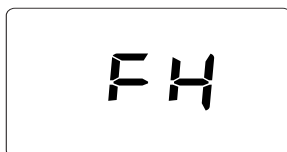

fig. 6- Purga de aire con ventilador en marcha
- Durante los 20 segundos siguientes, en la pantalla aparece el código **Fh**, que indica el ciclo de purga de aire del circuito de calefacción con el ventilador en marcha (fig. 6).